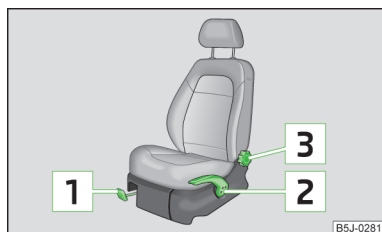

Fig. 38
- Tirar de la palanca » fig. 38 hacia arriba, desplazando al mismo tiempo el asiento hasta la posición deseada.
- Si se quiere subir el asiento, tirar de la palanca » fig. 38 hacia arriba o bombear.
- Descargar el respaldo (no apoyarse en él) y girar la ruedecilla de mano » fig. 38 para ajustar la inclinación del respaldo deseada.